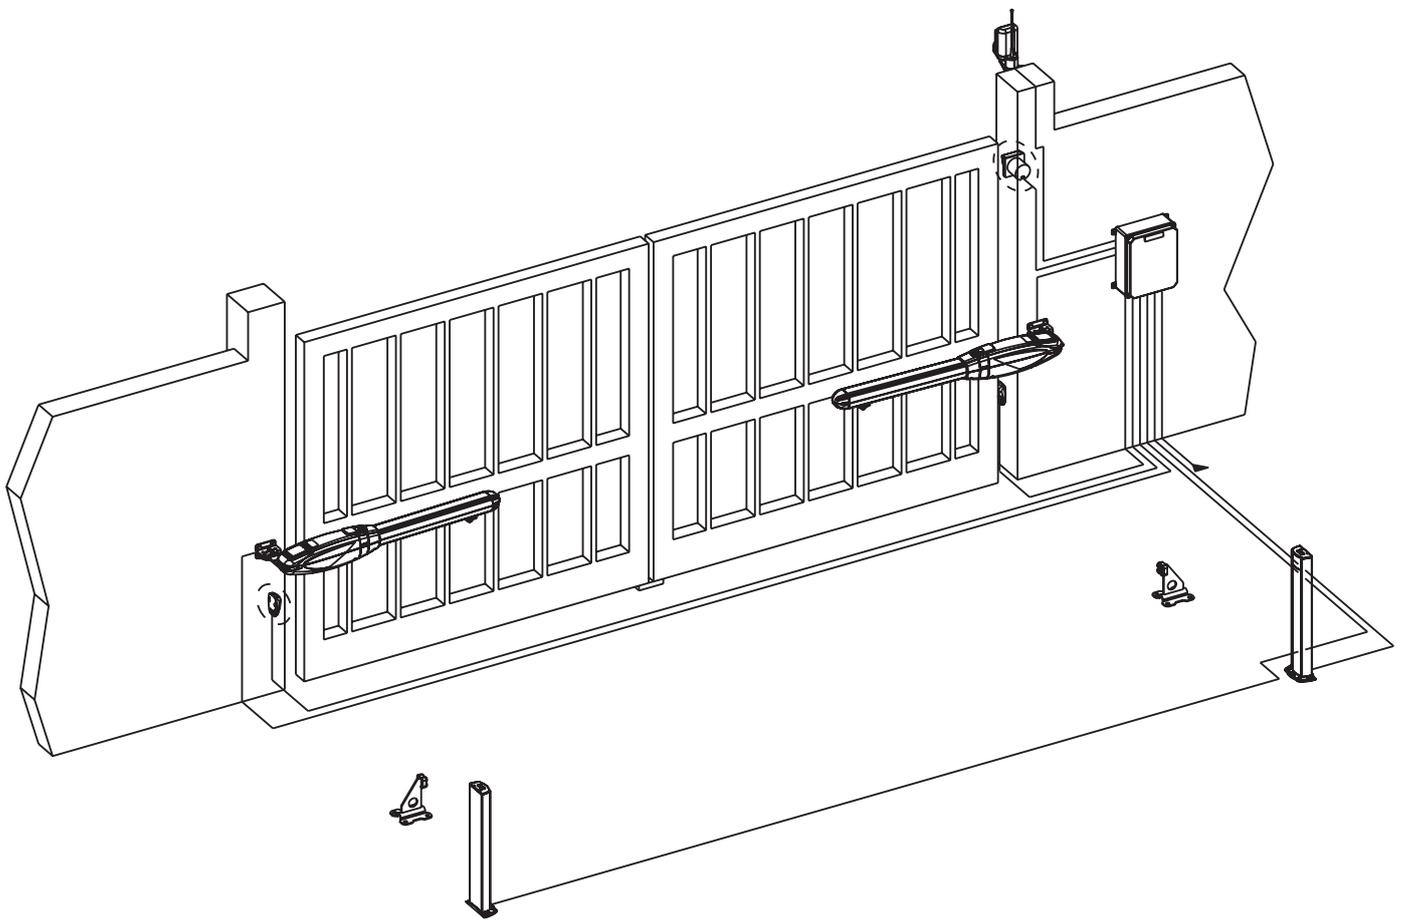

fig. 3
- 11_ Si no se utilizan los batientes de pavimento (7 fig.3), coloque las paradas mecánicas en apertura (1 fig.9B) y en cierre (2 fig.9B) en la posición que permita abrir la hoja hasta el ángulo deseado. Para acceder a los bulones de centraje de fijación de las paradas mecánicas (3 fig.9B), es necesario mover manualmente el actuador (véase apartado DESBLOQUEO MANUAL). Compruebe la correcta regulación mediante una maniobra manual con el actuador desbloqueado y, eventualmente, efectúe las correcciones necesarias.
Siga escrupulosamente los puntos I, J, K, L y M de las OBLIGACIONES GENERALES PARA LA SEGURIDAD. Siguiendo las indicaciones de la fig.3 y las de la tabla (véase párrafo **INSTALACIÓN**), prepare los canales para los cables y realice las conexiones eléctricas del equipo electrónico y de los accesorios elegidos.